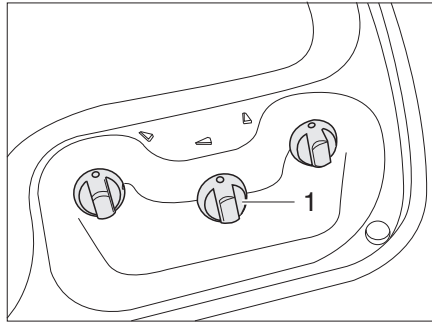
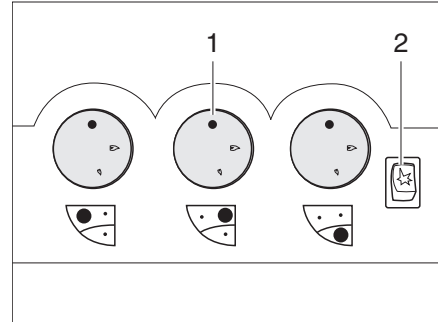

Bild 314 Bedienelemente für Gaskocher
Bild 315 Bedienelemente für Gaskocher
- Drehregler (Bild 314,1 oder Bild 315,1) der gewünschten Brennstelle auf Zündposition (große Flamme) drehen.
- Wenn eine Zündtaste (Bild 315,2) vorhanden ist: Funke durch Drücken der Zündtaste erzeugen.